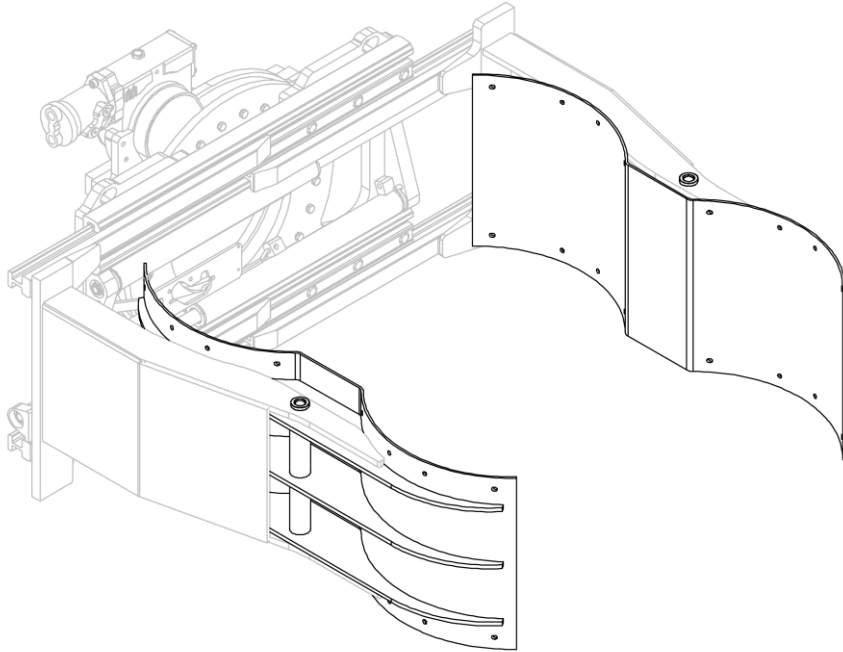
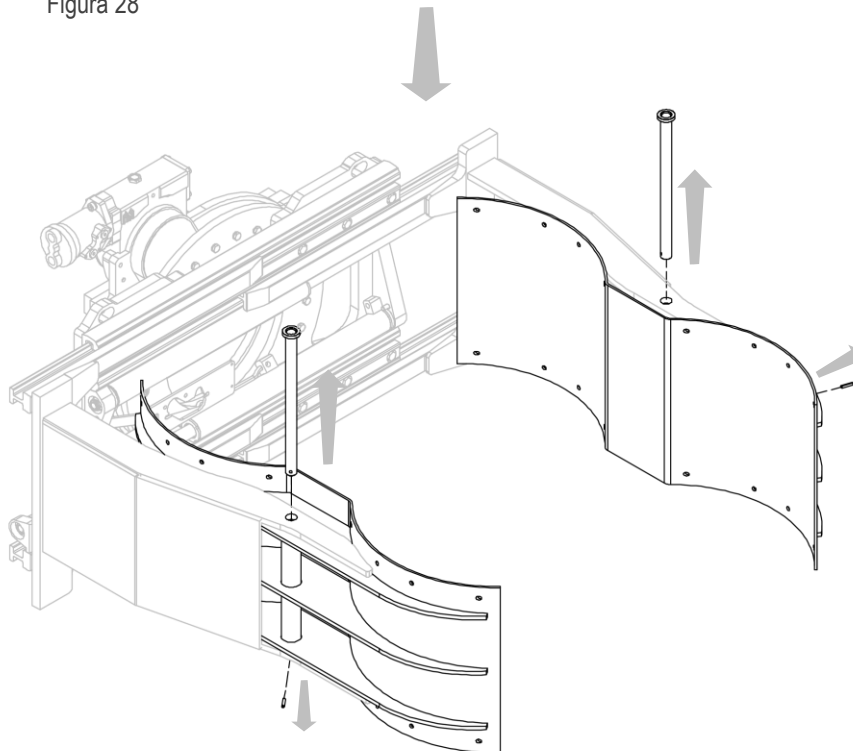

Figura 28
Figura 29
3. Extracción brazos de los perfiles (mira *Figura 28* y *Figura 29*).